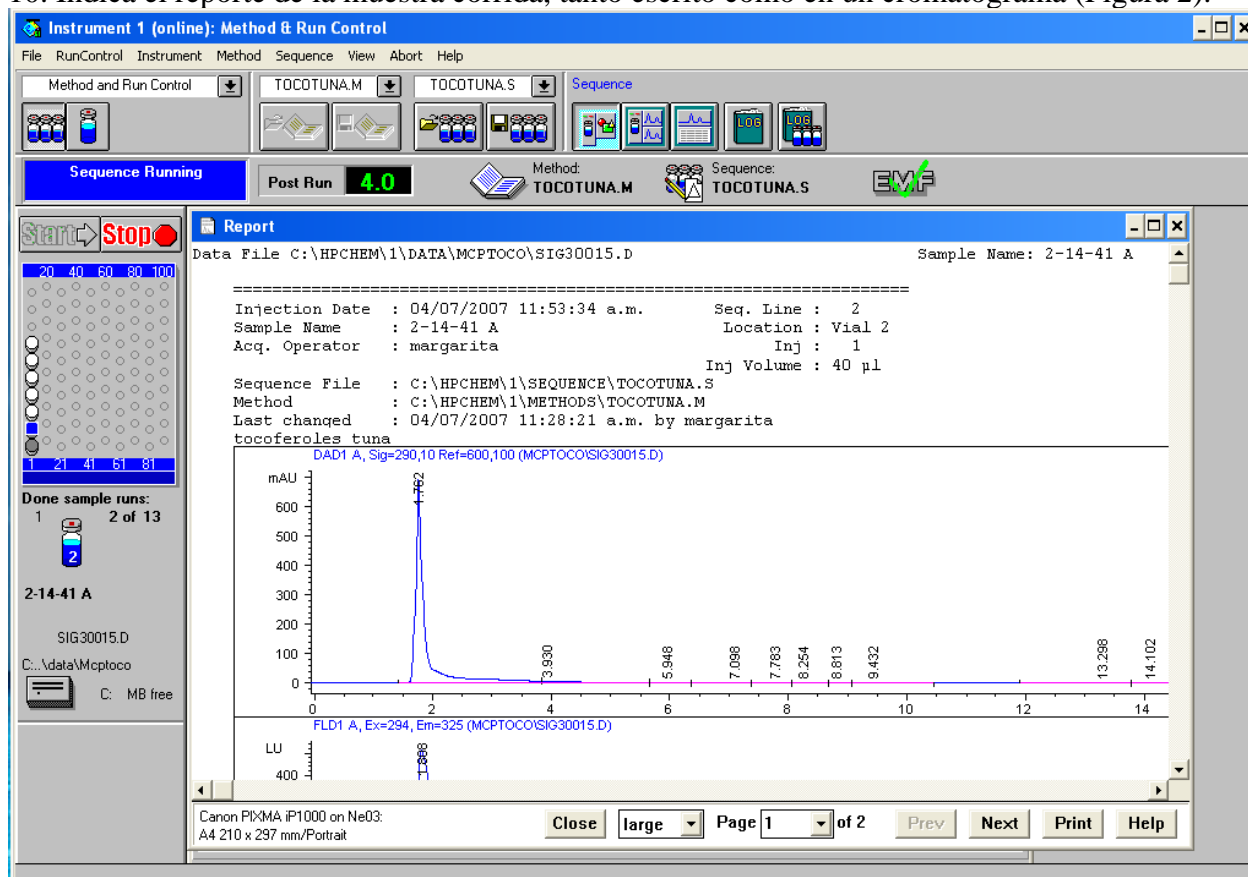

Figura 2. Pantalla que muestra el reporte de la muestra corrida.
10. Indica el reporte de la muestra corrida, tanto escrito como en un cromatograma (Figura 2).